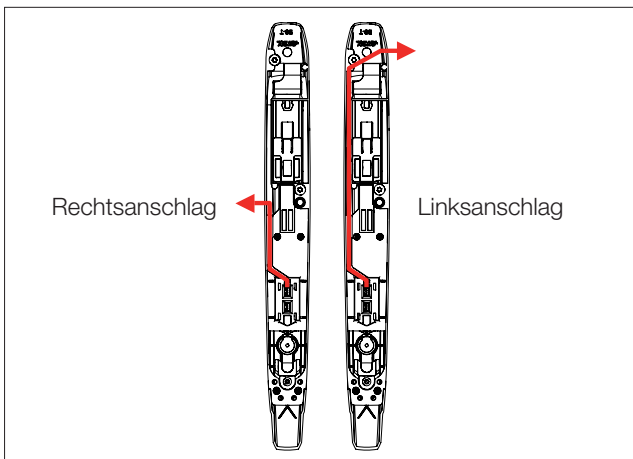

Abb. 6: Durchführen des Kabels
- Führen Sie das Kabel je nach Türanschlag durch die Öffnung in der Stahlblechtür (Abb. 6).